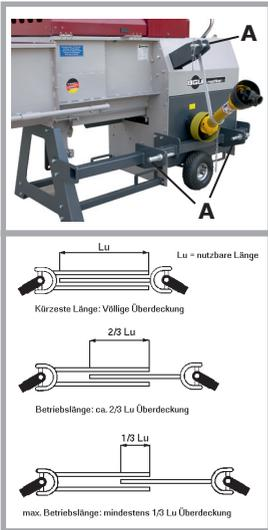

Abb. 14
Der An- und Abbau der Maschine an einen Zapfwellenantrieb erfolgt durch das Anbringen des an der Maschine befindlichen Dreipunktrahmens (A, Abb.14) an den Dreipunkt des Schleppers und das Sichern der Maschine mittels Bolzen.
Die Überlappung der Gelenkwellenprofilrohre muss mindestens $\frac{1}{3}$ der nutzbaren Länge betragen (siehe Abb. 14 unten).
- Schutzwinkel (A, Abb. 14) unterhalb der Spaltschieberführung demontieren (2x Schraube M6 - Gabelschlüssel SW 10)